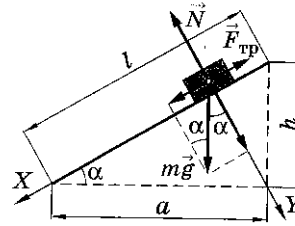

Рис. 4
Второй способ измерения коэффициента трения скольжения не требует непосредственного измерения сил и соответственно использования динамометра. В этом случае один из концов линейки с помещённым на ней бруском и грузом постепенно приподнимают до тех пор, пока при небольшом толчке брусок не начнёт равномерно скользить вниз по линейке (рис. 4). В этот момент линейка образует угол α с горизонталью, а сумма проекций сил на оси X и Y, действующих на тело, будет равна нулю:
9. Отсоедините динамометр от бруска. На один из концов линейки поместите брусок с одним грузом и медленно приподнимайте его (см. рис. 4). Измерьте высоту подъёма h конца линейки, когда при небольшом толчке брусок начинает скользить вниз равномерно.